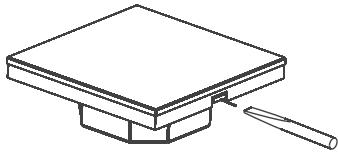

Рисунок 1.
2. Отсоедините лицевую панель от корпуса, аккуратно поддав ее плоской отверткой [Рис. 1].